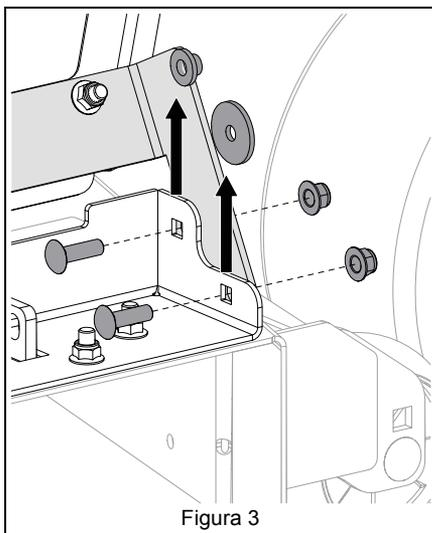

Figura 3
6. Quite dos pernos, dos tuercas, una arandela y un espaciador de cada lado del soporte de la tolva de descarga. Consulte Figura 3.